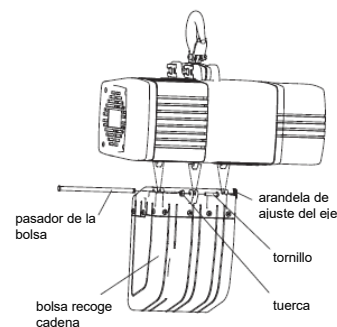

Imagen 2
- 2 Pasos para el montaje de la bolsa recoge cadena de 250 kg y 500 kg (Imagen 2)